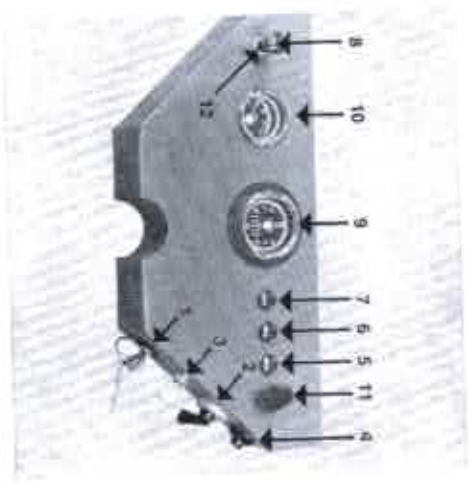

Abb. 3
(Abb. 3 Pos. 1)
(Abb. 3 Pos. 2)
(Abb. 3 Pos. 3)
(Abb. 3 Pos. 4)
(Abb. 3 Pos. 5)
(Abb. 3 Pos. 6)
(Abb. 3 Pos. 7)
**Fernlicht-Kontrollampe** (Abb. 3 Pos. 8)
**Fernlichtschalter** (Abb. 3 Pos. 12)
(Abb. 3 Pos. 9)
**Thermometer** (Abb. 3 Pos. 10)
(Abb. 3 Pos. 11)